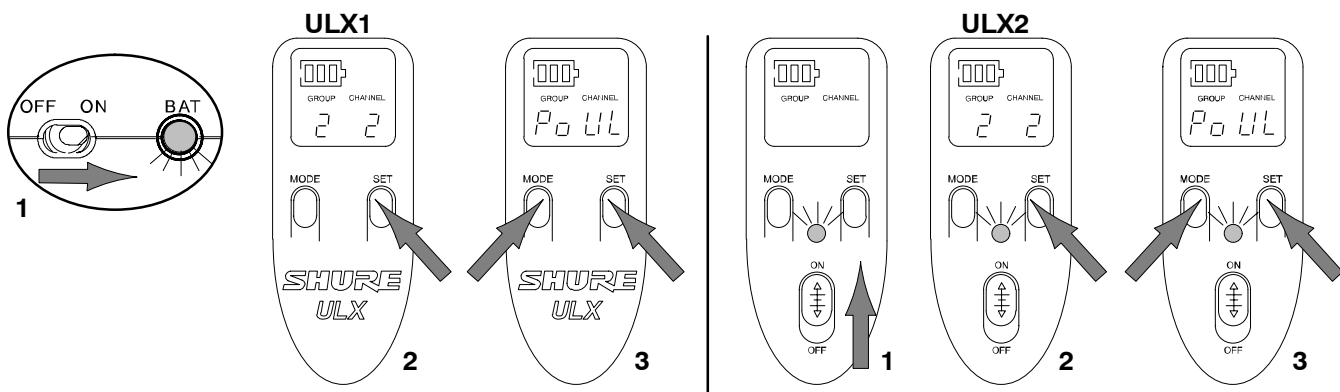

FIGURA 36
2. Mientras mantiene oprimido el botón SET, oprima sin soltar el botón MODE hasta que aparezca "Po UL" en la pantalla. Vea la Figura 36. Esto indica que el interruptor de alimentación está desbloqueado. El transmisor luego volverá al modo de funcionamiento normal.